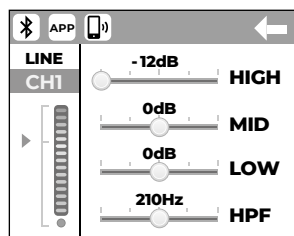

Fig. 3
3. Repita la operación para fijar el elemento **B** en la parte superior del sistema (Fig. 3).
## 5.2 | PANTALLA MENÚ CANAL (Fig.3)